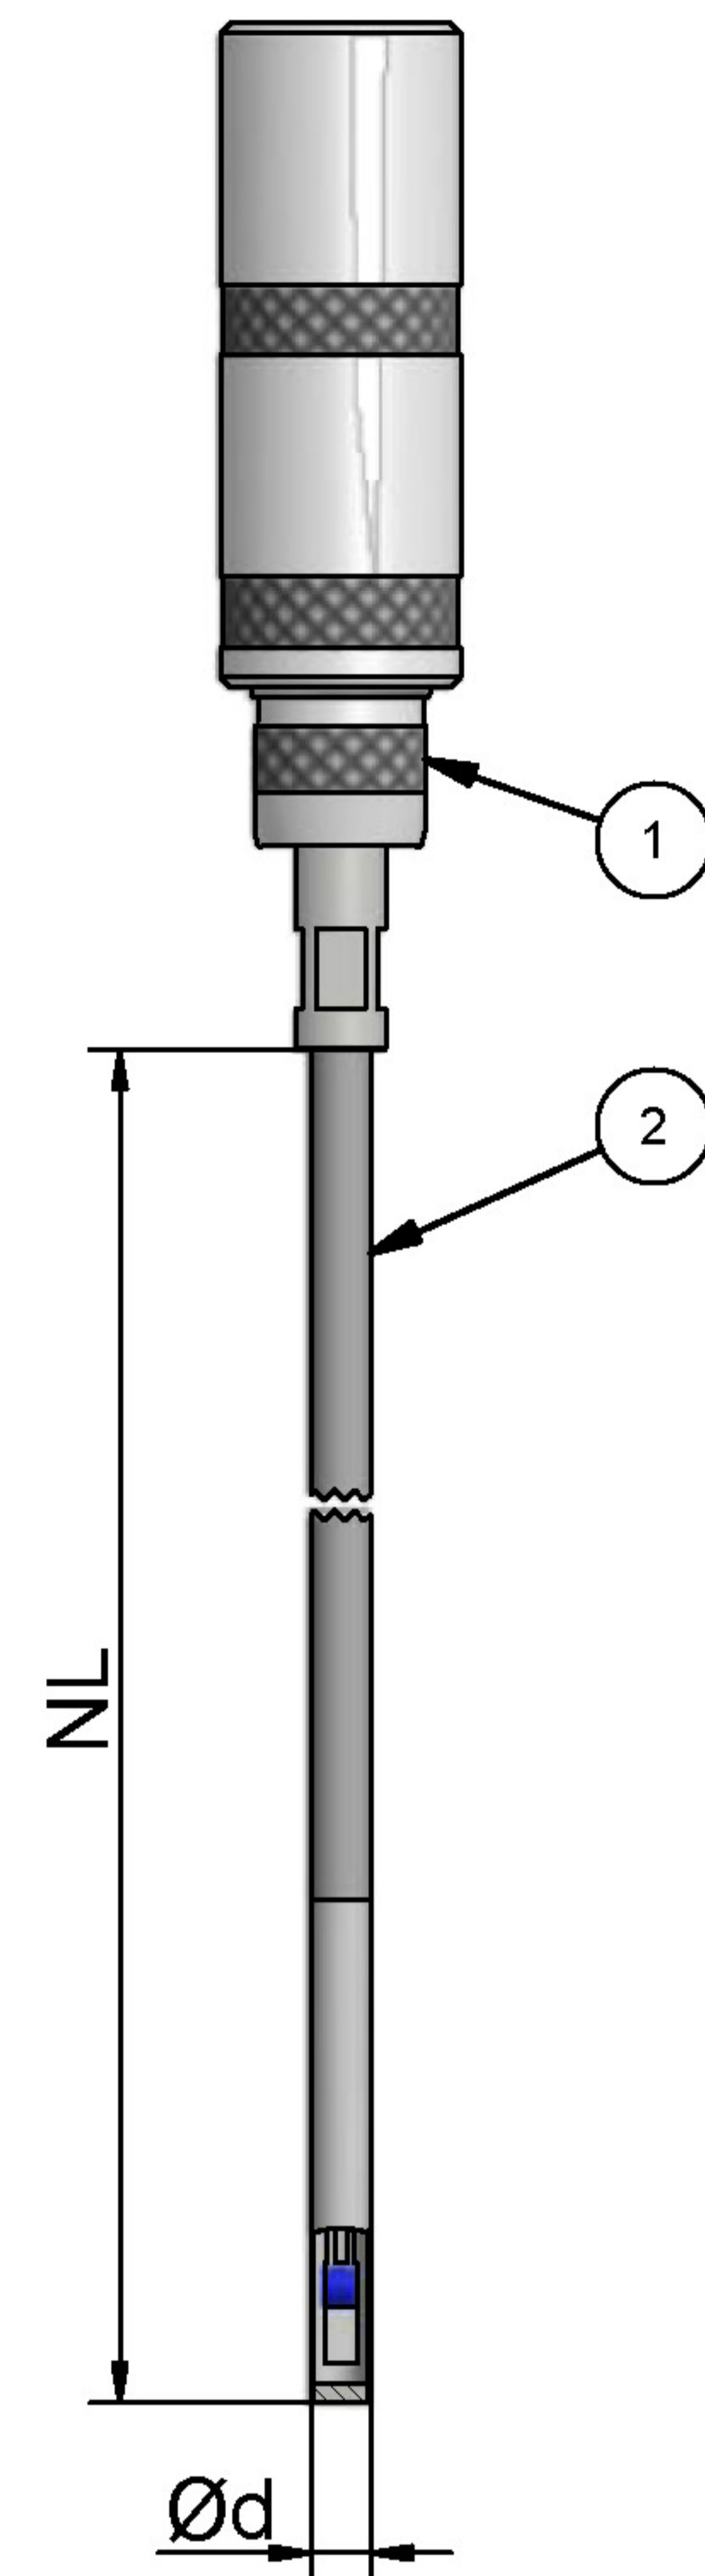

fig. 1
- **Messeinheit** (fig. 1/2) ist ähnlich DIN 43735.
- **Temperaturbereich Steckverbinder** (fig. 1/1):